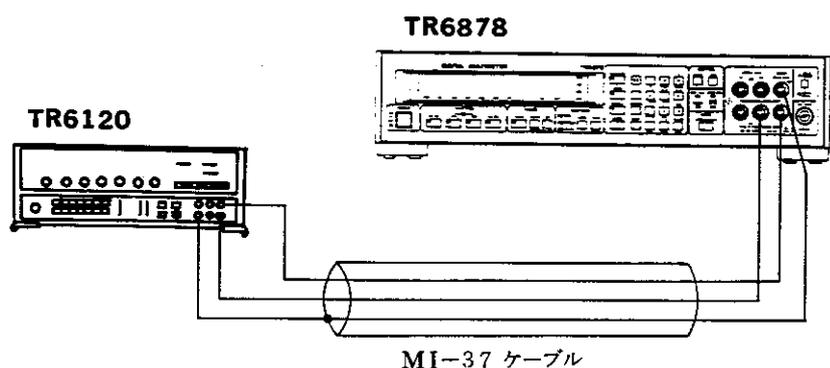

図 5-3 直流電流測定 of 校正
- 〔図 5-3〕に示すように、付属の入力ケーブル (MI-37) で、本器の電流入力端子に標準直流電流発生器を接続します。